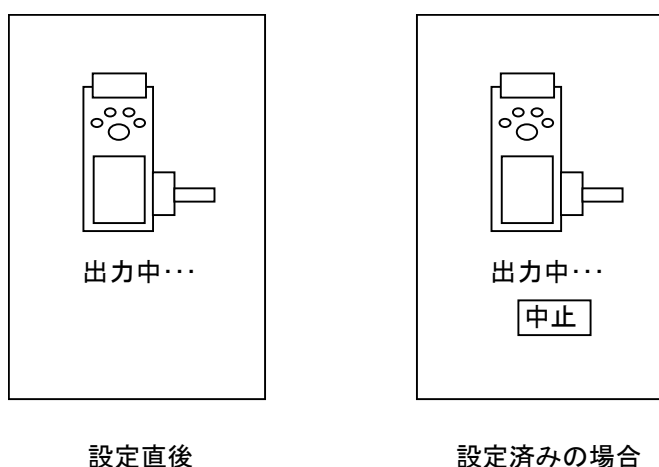

図 2-40 通信開始時の画面
4. ここで図 2-40 の右側(設定済みの場合)の表示が出た場合は出力設定がすでに完了していますので、これ以降の操作の必要はありません。